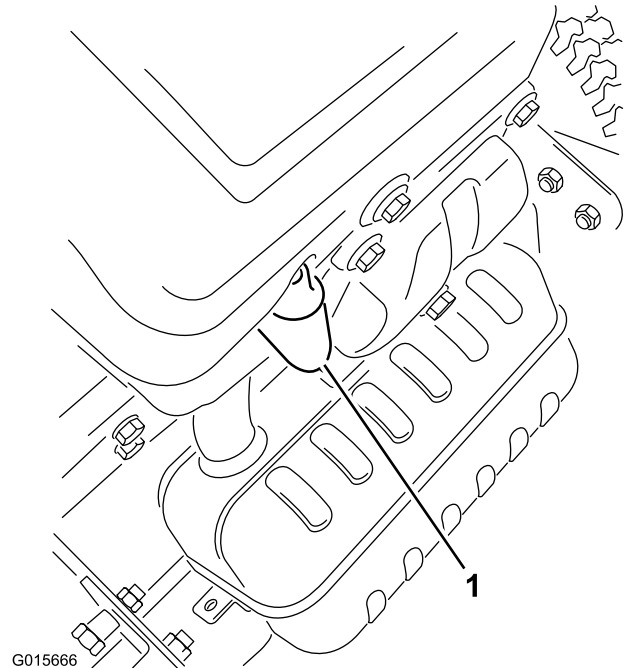

Bild 24
4. Klemmen Sie das Zündkabel von der Zündkerze ab (Bild 24).